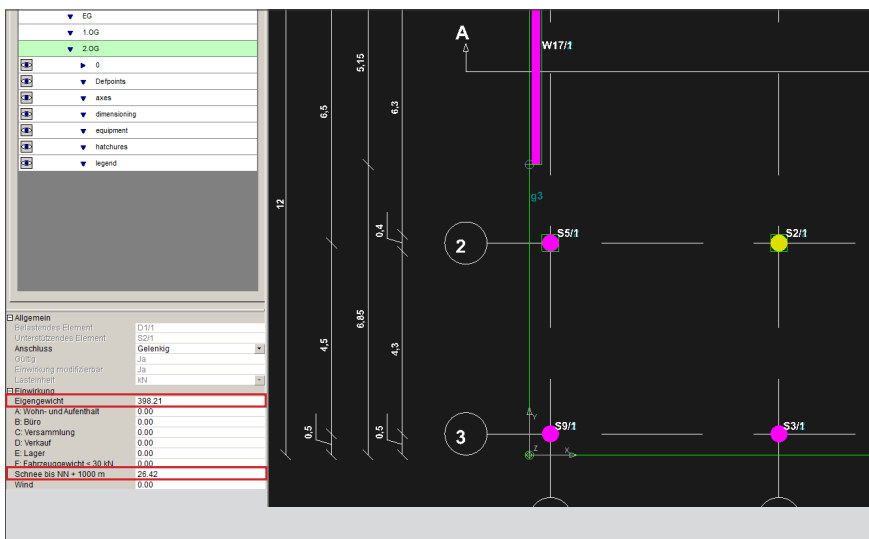

Bild 22: Berechnete Auflagerreaktion der Decke in Pink
- Bild 22: Berechnete Auflagerreaktion der Decke | **22**